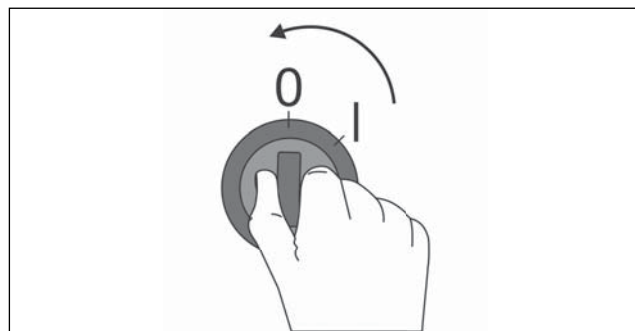

Рис. 12.1
2. Перевести переключатель подачи питания в положение «0» (Рис. 12.1).
Для осуществления экстренного останова требуется отключить питание чиллера (Рис. 12.1).